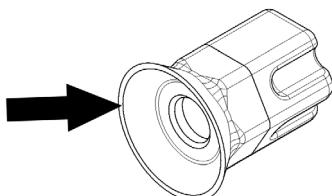

Bild 18
- 3** Monatlich: Überprüfen Sie, ob die Sechskantdichtung nicht abgenutzt ist. Wenn dies der Fall ist, ersetzen Sie die Verbindung selbst durch ein Originalersatzteil des Herstellers. (Bild 18).